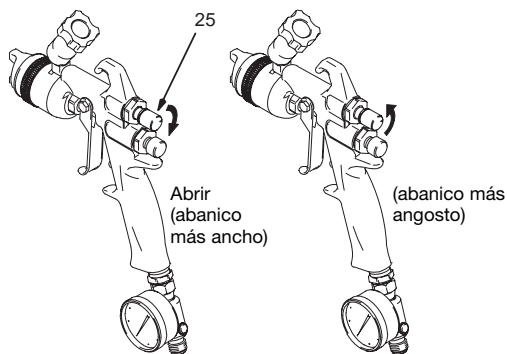

Fig. 11
Gire la boquilla según resulte necesario para lograr la dirección deseada para el patrón de pulverización. Para crear un patrón redondo, gire la perilla de ajuste de abanico (25) de lleno hacia la derecha a fin de desconectar el patrón de aire. Consulte la Fig. 11.